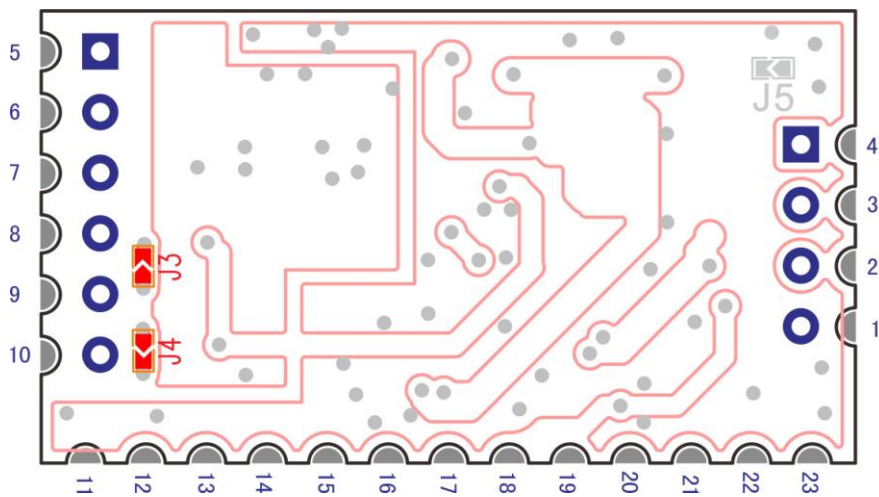

图 9,HX-01 开启直接接入咪头的工作方式
- 3, 第 9 和第 10 脚是属于复用功能脚位. 常规状态下, 为 LINE IN 功能模式, 不能直接连接普通电容咪头工作. PCB 板上预留了偏置电路, 当需要直接使用咪头工作时, 可按图 9 所标注位置, 把 PCB 的 BOTTOM 的两个短接焊盘 J3, J4 用焊锡短路即可.